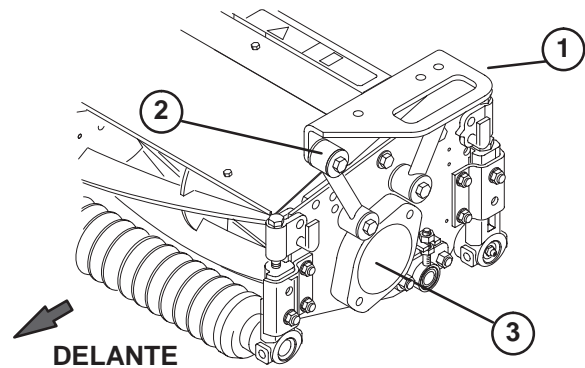

Figura 18
**Nota:** Con los brazos de elevación totalmente elevados, los manguitos deben quedar en la posición mostrada en la Figura 18 y estar separados 1–3 mm del brazo de elevación.
2. Posicione uno de los bastidores de tiro delanteros (Fig. 16) en cada unidad de corte delantera. Alinee los taladros de montaje con los acoplamientos de montaje, según muestra la Figura 18.
3. Coloque el bastidor trasero (Fig. 17) en la unidad de corte trasera, alineando los taladros de montaje con los acoplamientos de montaje, según muestra la Figura 18.
4. Fije cada acoplamiento de montaje al bastidor de tiro con un tornillo de caperuza (3/8-16 x 2-1/4 pulg.), 2 arandelas planas, y una contratuerca, según muestra la figura 18. Coloque una arandela en cada lado del acoplamiento al montarlo. Apriete a 42 Nm.